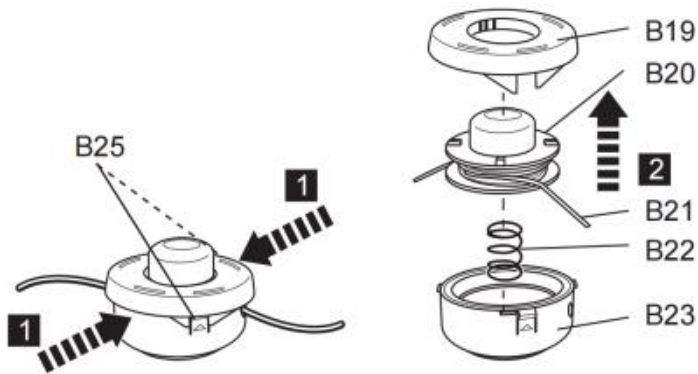

Fig. 63
3. Drücken Sie die Entriegelungsriegel (B25) am Schneidkopfgehäuse (B23), um die Abdeckung (B19) zu öffnen (Abb. 63). Die Abdeckung (B19) und die Spule (B20) springen heraus.